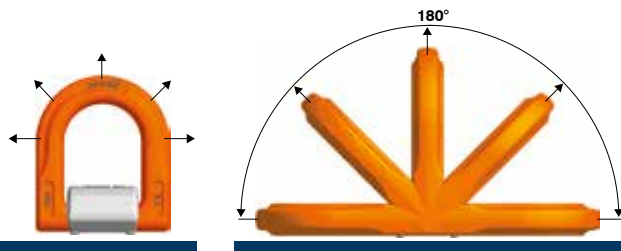

Bild 1: erlaubte Belastungsrichtungen die bei bestimmungsmäßigem Gebrauch auftreten können.
- Die Belastung darf nur in der vorgegebenen Richtung (Bild 1 unter Punkt 2 dieser Anleitung) mit der maximalen Tragfähigkeit lt. Tabelle 1 und unter Berücksichtigung der unter Punkt 2 angegebenen Einsatzbedingungen erfolgen
Belastung: Die Belastung darf nur in der vorgegebenen Richtung (Bild 1) mit der maximalen Tragfähigkeit lt. Tabelle 1 und unter Berücksichtigung der hier angegebenen Einsatzbedingungen erfolgen.
- Zugrichtung nicht im vorgegebenen Bereich lt. Bild 1 liegt.